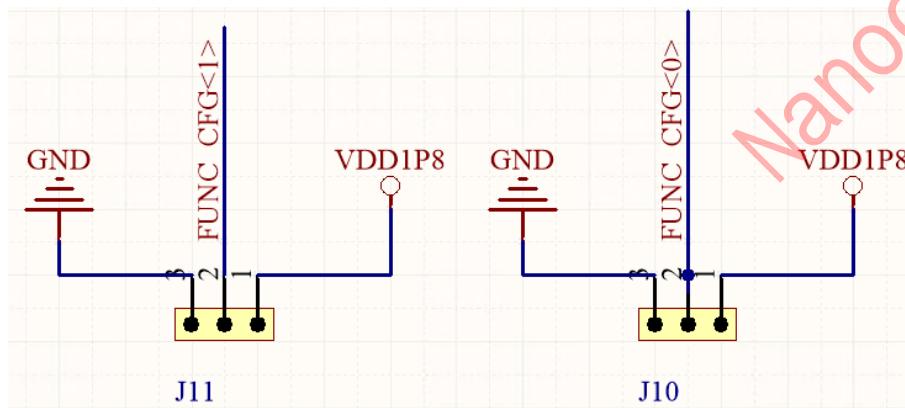

图 3 功能配置引脚
- 刺激功能默认设置为镇痛功能，用户可根据图 3 所示，调整电阻实现功能切换，具体对应详见表 2；
NS4 芯片集成了 3 大刺激功能：镇痛功能、增强肌肉功能、肌肉康复功能，可通过配置芯片的第 12、13 脚来实现功能转换。如图 3 所示，我们默认将两个引脚均拉至低电平（即镇痛功能）。